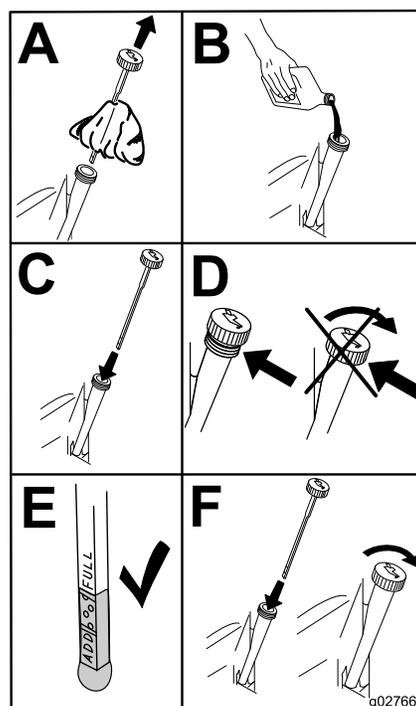

Figure 51
4. Versez lentement environ 80 % de l'huile spécifiée dans le tube de remplissage, puis faites l'appoint lentement jusqu'à ce que le niveau atteigne le repère maximum (FULL) (Figure 51).